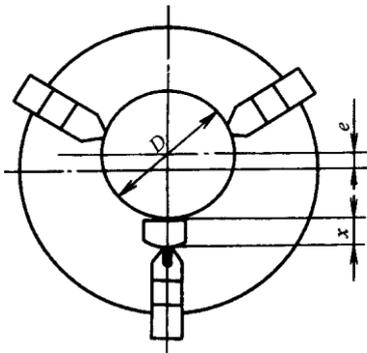

图 C-68 在三爪自定心卡盘上车偏心工件
件时，要特别注意控制轴线间的平行度和偏心距的精度。长度较短、偏心距较小，形状较简单的偏心件可在三爪自定心卡盘上车削。其方法是在三爪任意一个卡爪与工件接触面之间，垫上一块预先制作好的垫片，使工件轴线相对车床主轴轴线产生位移，并使位移距离等于工件的偏心距见图 C-68。
(1) 选择垫片的材料, 应有一定的硬度, 以防止装夹时发生变形。垫片上与爪脚接触的一面应做成圆弧面, 其圆弧大小等于或小于爪脚圆弧, 如果做成平的, 则在垫片与爪脚之间将会产生间隙, 造成误差, 见图 C-68。垫片长度不小于 20mm 以保证装夹牢固。
(2) 刚开始车削时进给量和背吃刀量要小, 否则容易损坏车刀或使工件发生移